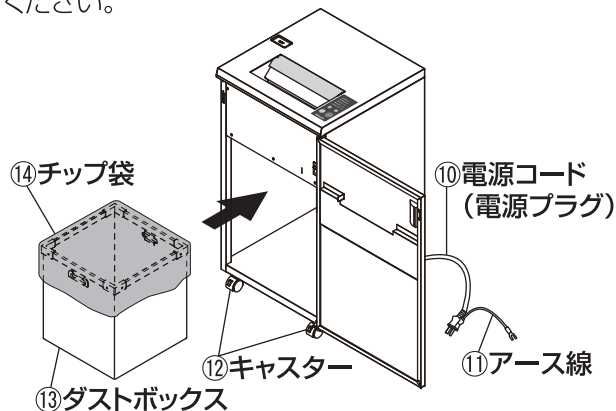

図5 ダストボックスのセット
2. ダストボックス⑬にチップ袋⑭をセットし、奥に当たるまで押し入れてください。
- !!** ●チップ袋⑭は、ダストボックス⑬の内側に密着するようにセットしてください。密着が不十分な場合、満杯センサーの誤作動や細断紙片が飛散する原因になることがあります。 図5 参照
3. 電源コード⑩の電源プラグを、電源コンセントに差し込んでください。アース線⑪をアース端子に接続してください。